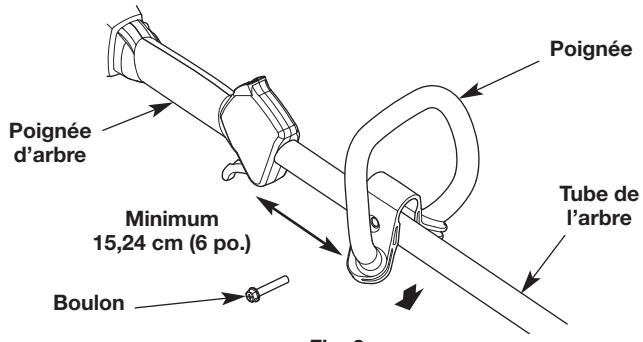

Fig. 2
1. Poussez la poignée sur le tube de l'arbre (Fig. 2). Le trou dans la poignée destiné au boulon doit être orienté vers la droite.
2. Insérez le boulon dans son trou et poussez-le à travers (Fig. 2). Vissez le boulon avec une douille de 9,50 mm, mais sans le serrer complètement.
3. Tout en tenant l'appareil en position d'utilisation (Fig. 7), déplacez la poignée à la hauteur vous assurant la meilleure prise en main. Placez-la à 15,24 cm (6 po.) au moins de l'extrémité de la poignée d'arbre (Fig. 2).
1. Desserrez le boulon avec une douille de 9,50 mm (Fig. 2).
2. Tout en tenant l'appareil en position d'utilisation (Fig. 7), déplacez la poignée à la hauteur vous assurant la meilleure prise en main. Placez-la à 15,24 cm (6 po.) au moins de l'extrémité de la poignée d'arbre (Fig. 2).